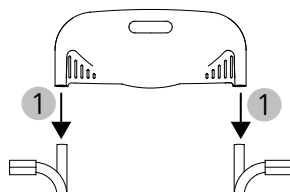

fig. 4
3. A seguire spingere lo schienale sui tubolari dello schienale fino alla battuta (fig. 4, 1).